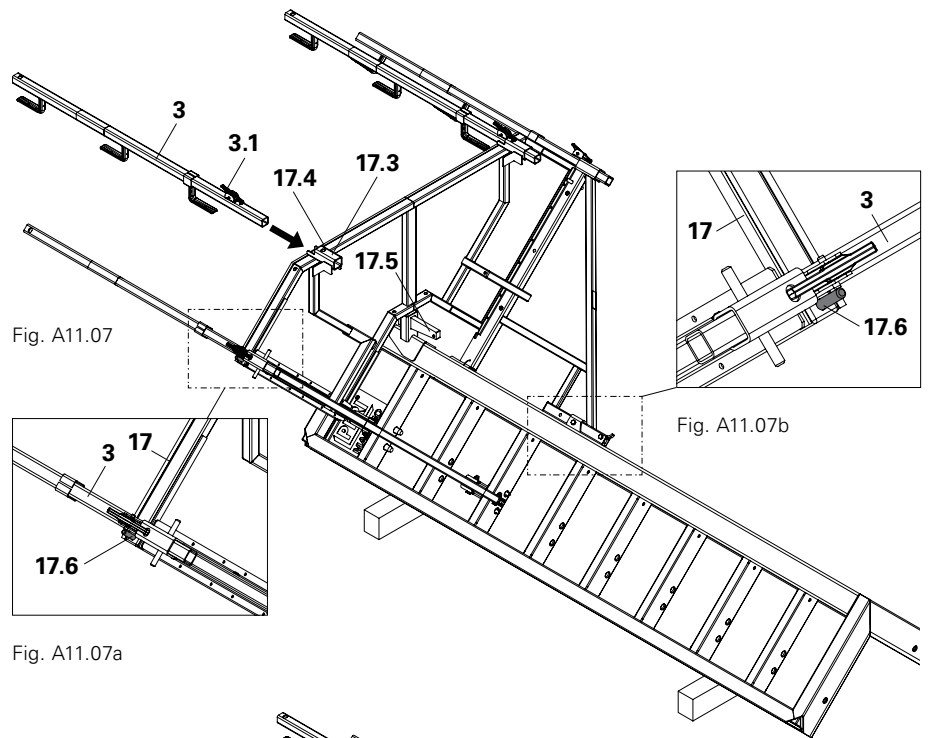

Fig. A11.07
1. Introduire les montants de garde-corps (3) (4 pièces) dans les logements (17.3) du platelage d'angle extérieur MXK. (Fig. A11.07)